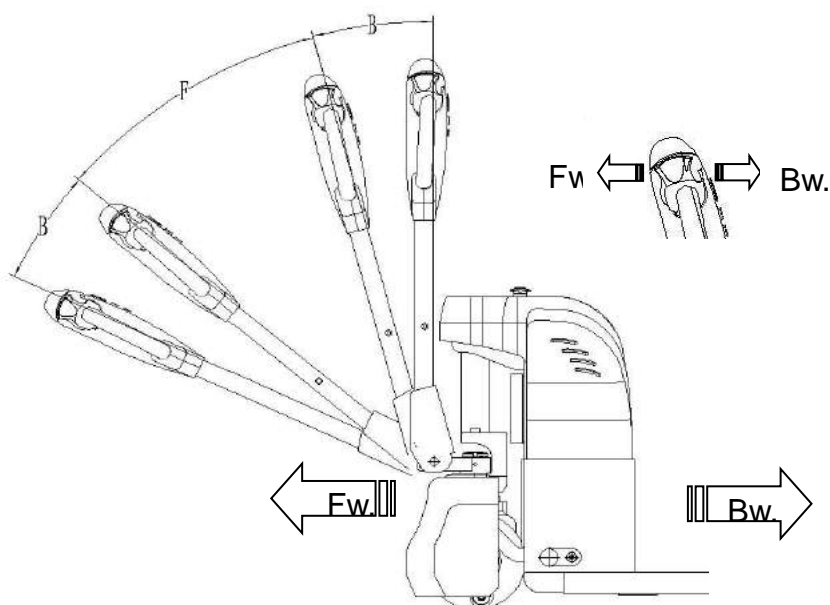

Рис. 13: Направление движения
После того, как включена комбинированная аварийная кнопка (3), перевести рулевой рычаг в рабочее положение ON ('F', рис.13)
Отклонить маховики управления в нужном направлении «вперед» 'Fw' или «назад» 'Bw' (рис. 13).